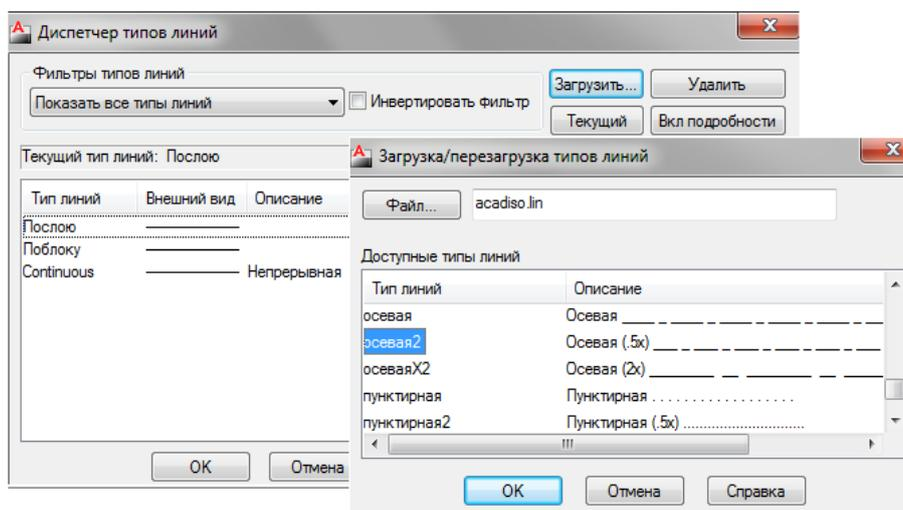

Рис. 4.3. Диалоговое окно Загрузка/ Перезагрузка типов линий (Load or Reload Linetype)
4.3. Типы линий (рис. 4.3)
кнопку «Загрузить» («Load») и в диалоговом окне *Загрузка/ Перезагрузка типов линий (Load or Reload Linetype)* (рис. 4.3) выбрать требуемый тип линии. После нажатия кнопки «Ок» выбранные типы линий отобразятся в списке диалогового окна *Диспетчер типов линий (Linetype Manager)* и в списке *Типы линий (Linetype Control)* назначить нужный тип линии по слоям, нажать кнопку «Ок».